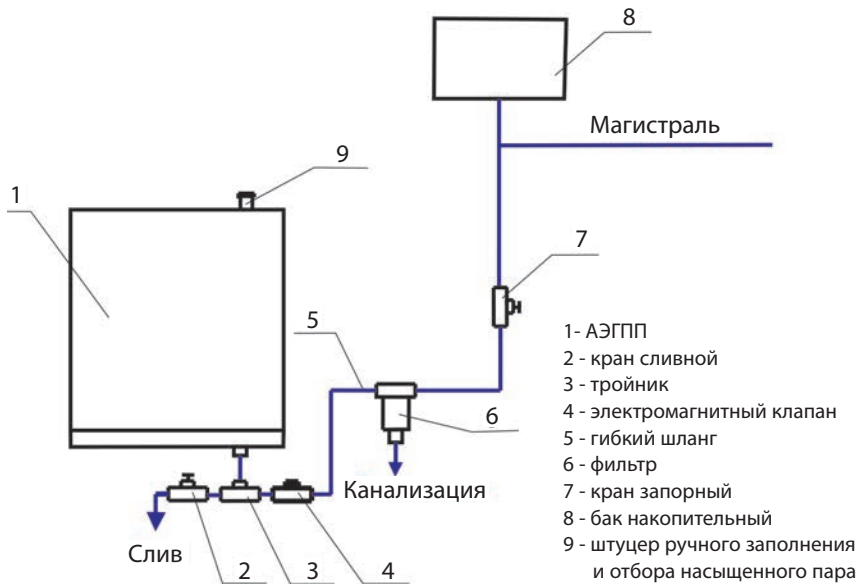

Рис.4 Схема подключения АЭГПП при эксплуатации в автоматическом режиме заполнения водой
2.2.6 При организации автоматического режима заполнения АЭГПП водой подключить его с помощью гибкого шланга к водопроводной сети или накопительному баку, расположенному в смежном помещении. (См. рис. 4). В любом случае перед АЭГПП следует установить запорный кран (поз.7 рис.4). Установить кран слива воды (поз.2 рис.4).
В целях обеспечения экологической чистоты, генерируемой высокотемпературной паровоздушной смеси, а также устойчивой и надежной работы АЭГПП, рекомендуется предварительная очистка воды с помощью безкартриджного самопромывного фильтра типа ФИБОС или АРТЕЗИАН (поз.б рис.4).
2.3.2.1 В ручном режиме наполнения ЭГПП водой закрыть заглушкой вход в электромагнитный клапан, закрыть сливной кран (поз.2 рис.4), заполнить ЭГПП водой через штуцер в верхней части (поз.9 рис.4) до перелива воды через паровые каналы на пол. Закрыть заливной штуцер пробкой. В автоматическом режиме закрыть сливной кран (поз.2 рис.4) и открыть заливной кран (поз.7 рис.4)
2.3.2.6 После окончания работы рекомендуется слить воду из системы. Для этого при включенном режиме парогенерации закрыть заливной кран (поз.7 рис.4) и открыть сливной кран (поз.2 рис.4). Дождаться полного слива воды из системы, выключить АЭГПП на пульте управления. Оставить краны в таком положении до следующего включения Устройства. При ручном режиме пополнения водой достаточно открыть сливной кран (поз.2 рис.4) и слить воду.